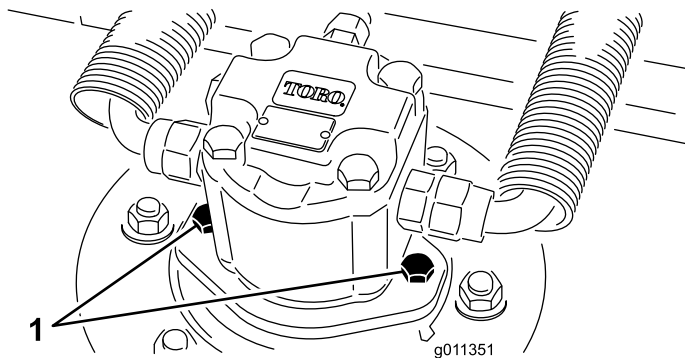

Figure 58
2. Débranchez et déposez le moteur hydraulique du tablier de coupe (Figure 58). Couvrez le dessus de l'axe pour éviter toute contamination.
4. Montez le moteur hydraulique sur le tablier de coupe (Figure 58). Vérifiez que le joint torique est en place et en bon état.